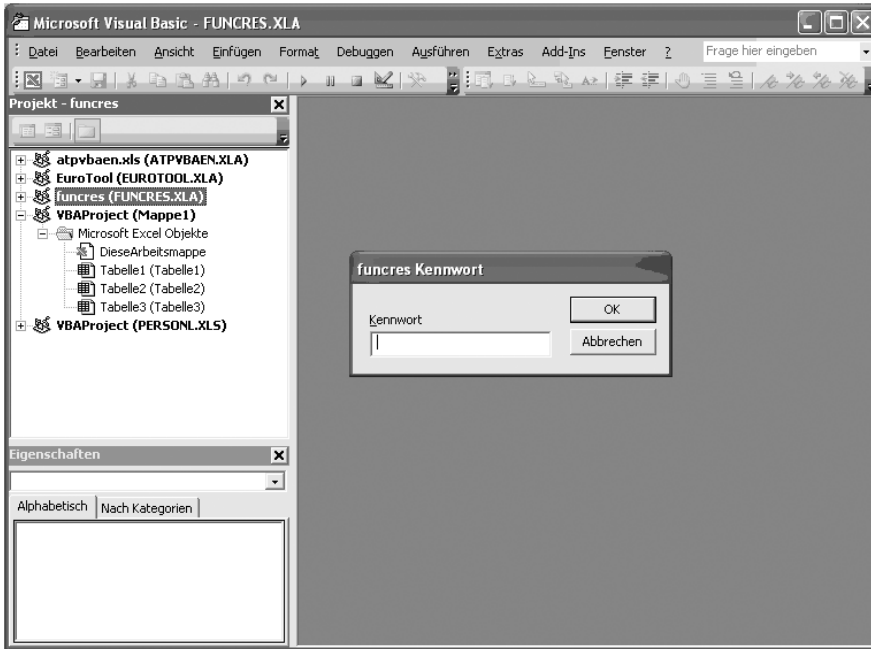

Abbildung 12.5 Das Add-In *funcres.xla* ist schreibgeschützt
- ❶ Schalten Sie zunächst in den VBA-Editor um, drücken Sie dazu **[Alt] + [F11]**.
- ❷ Im Projekt-Explorer-Fenster finden Sie den Eintrag *funcres.xla*. Das ist das Add-In, das mit der Einrichtung der Analyse-Funktionen aktiviert wurde.
- ❸ Ein Doppelklick auf *funcres.xla* öffnet ein Passwortfenster (siehe Abbildung 12.5).